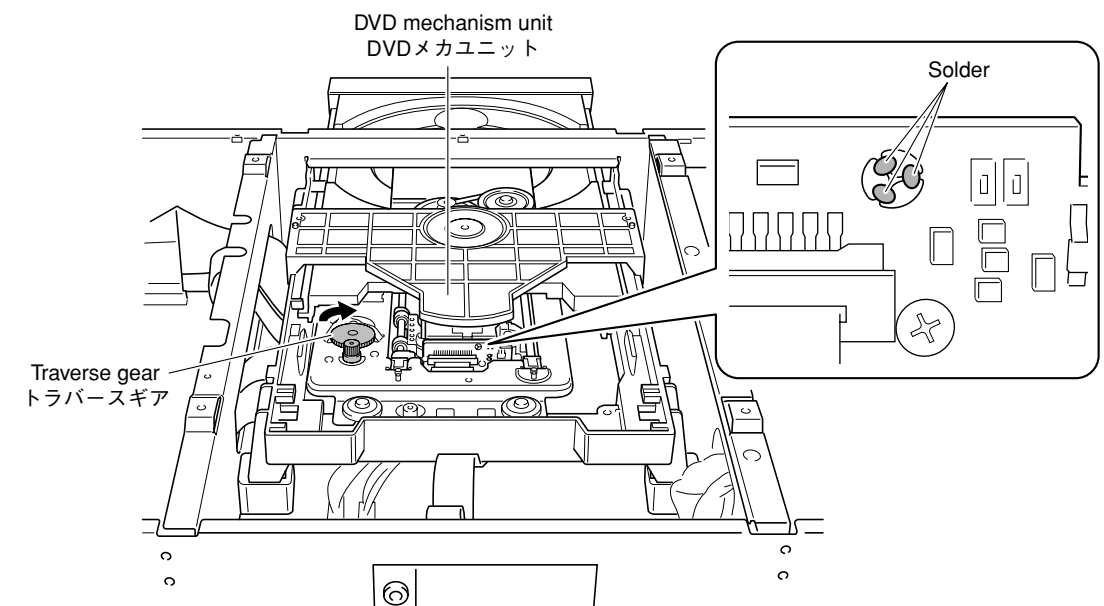

Fig. 5
- Turn the traverse gear in the arrow direction until the P.C.B. of the DVD mechanism unit is seen. (Fig. 5)
- Solder the lands in the P.C.B. of the DVD mechanism unit with the anti-static soldering iron. (Fig. 5)
- DVDメカユニットのP.C.B.が見えるまでトラバースギアを矢印の方向に回転します。(Fig. 5)
- DVDメカユニットのP.C.B.上の端子間を静電気対策はんだこてを使用してショートします。(Fig. 5)